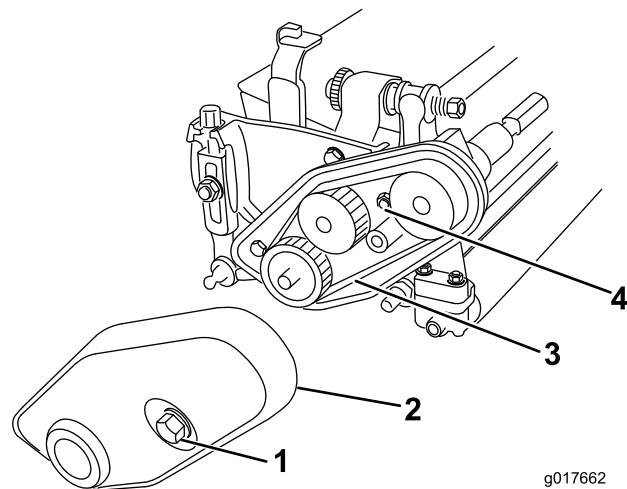

Figure 6
1. Desserrez le boulon captif qui fixe le couvercle de courroie à l'unité de coupe, jusqu'à ce qu'il soit possible d'enlever le couvercle (Figure 6).
2. Desserrez l'écrou de tension de la courroie et enlevez la courroie (Figure 6).